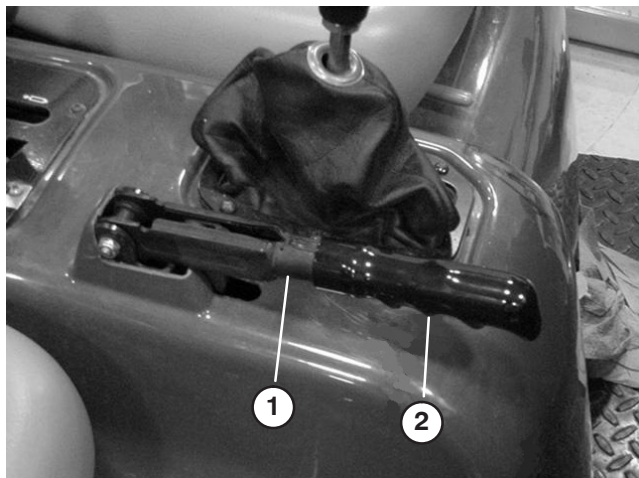

Figure 63
1. Retirez la poignée de caoutchouc du levier de frein de stationnement (Fig. 63)